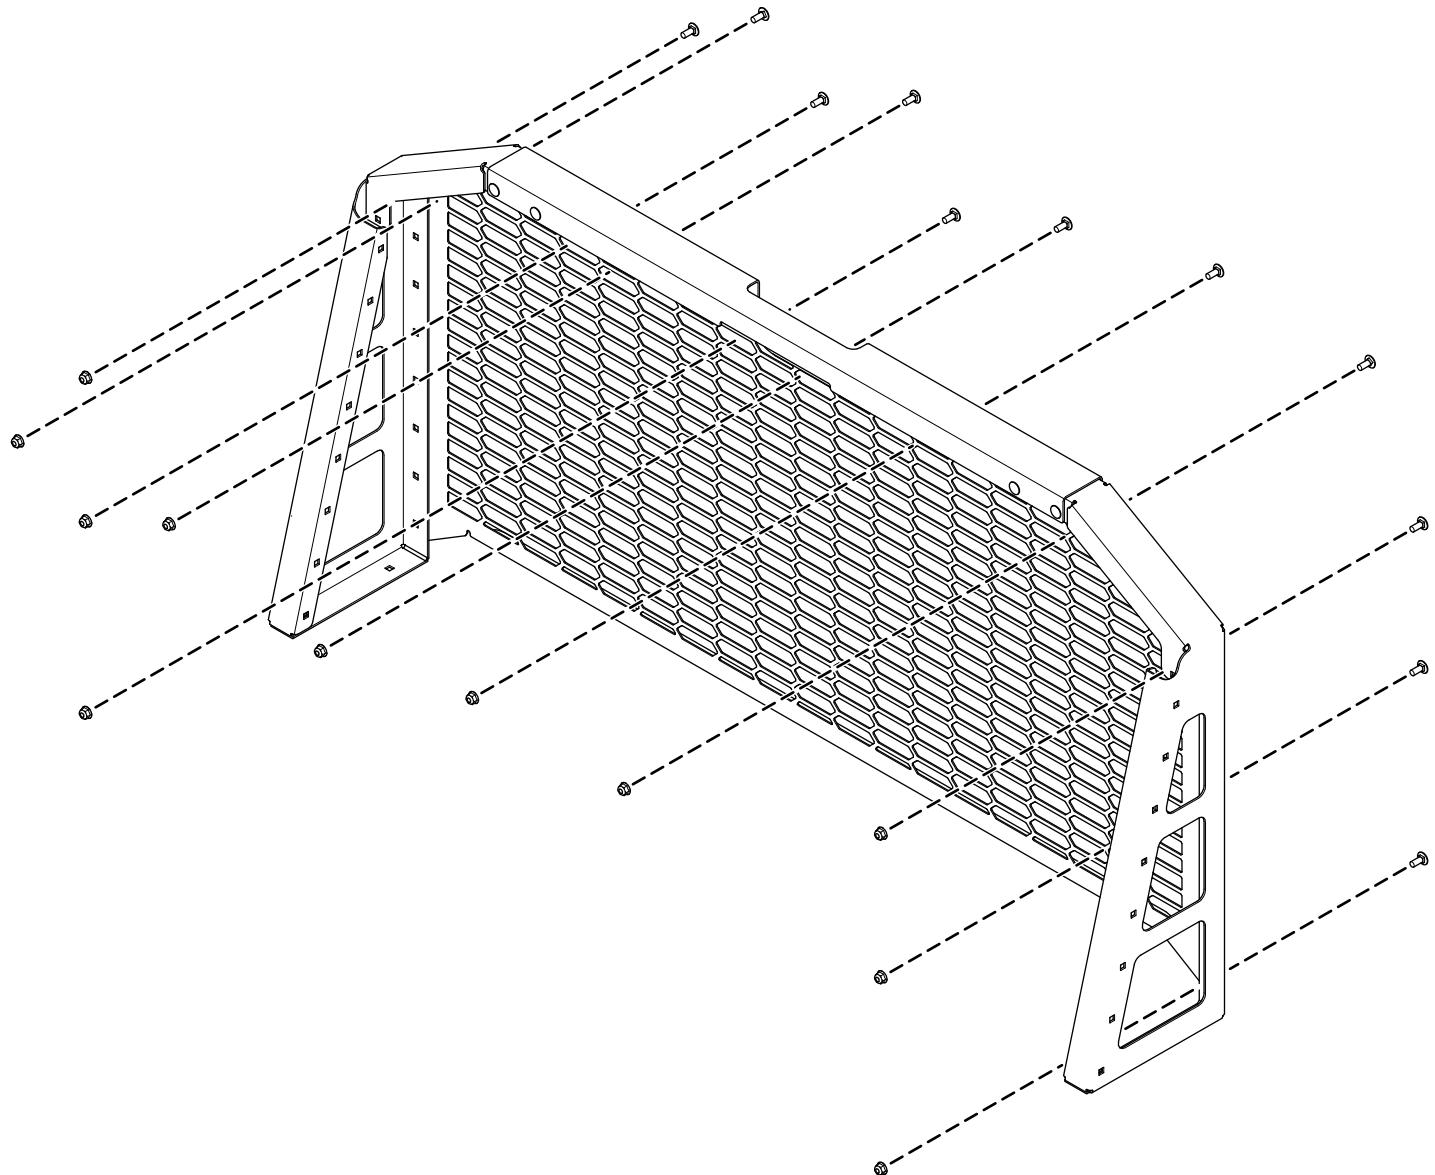

Figura 2
2. Instale sem apertar a grelha na estrutura das prateleiras utilizando 11 parafusos de carroçaria (5/16 x 3/4 pol.) e 11 porcas de bloqueio (5/16 pol.) como se mostra na Figura 2.